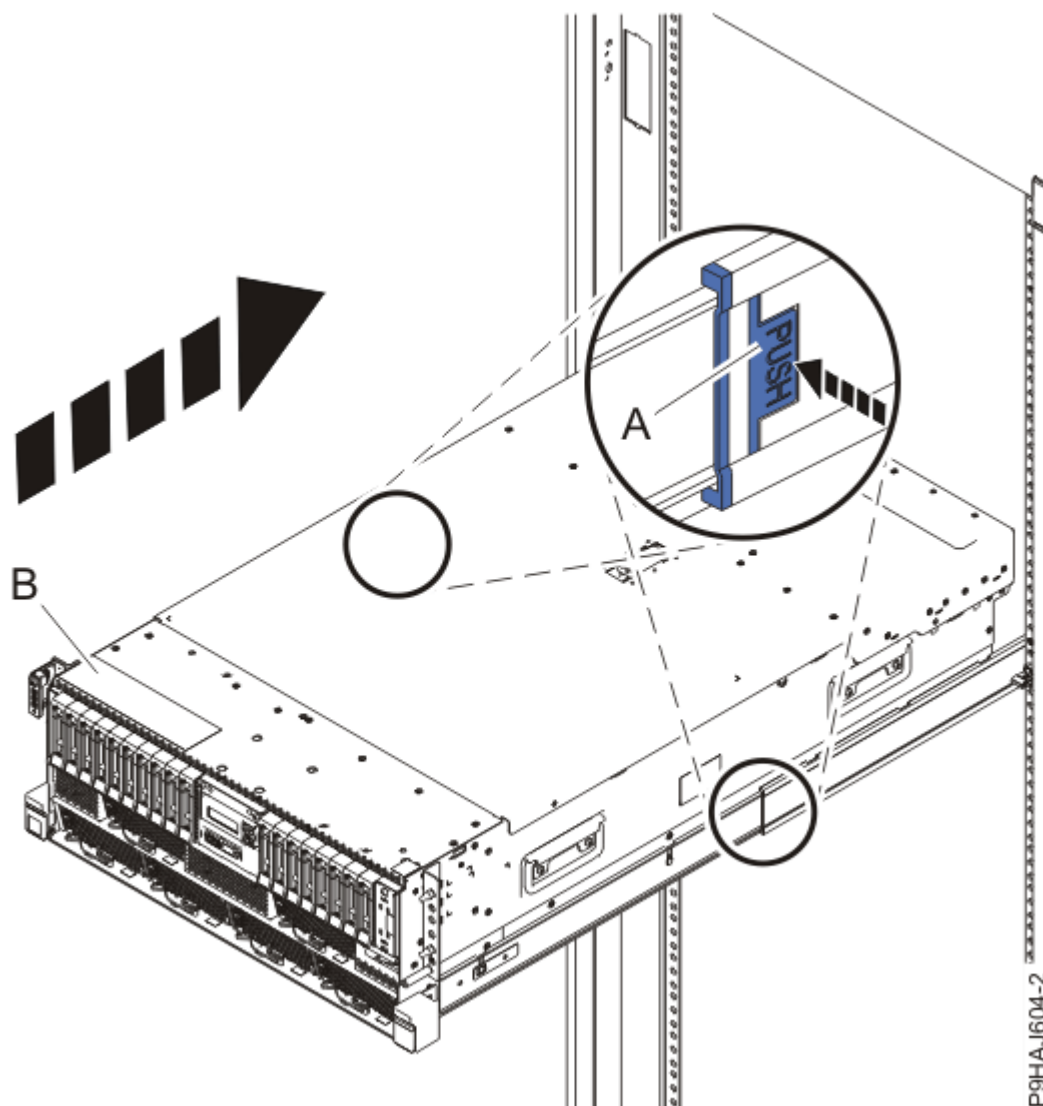

Figure 117. Mise en position de fonctionnement du système
3. Pour un système monté en armoire, déverrouillez les loquets de sécurité bleus **(A)** en les poussant vers l'intérieur, comme illustré dans la Figure 117, à la page 134.